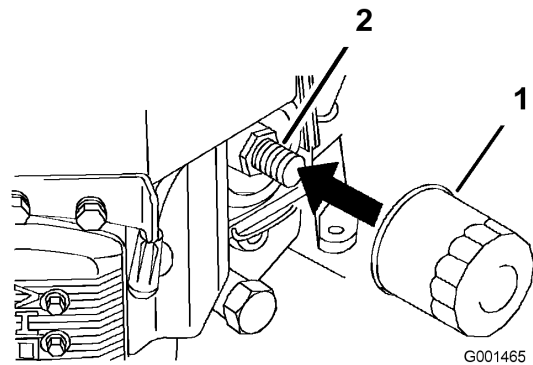

Figure 22
2. Retirez le filtre usagé (Figure 22).
3. Appliquez un mince film d'huile neuve sur le joint en caoutchouc du filtre de rechange (Figure 22).
4. Posez le filtre à huile de rechange sur l'adaptateur, tournez le filtre dans le sens horaire jusqu'à ce que le joint en caoutchouc touche l'adaptateur, puis serrez le filtre de 3/4 de tour supplémentaire (Figure 22).